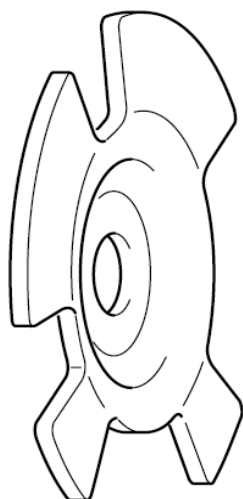

Fig. 3: Roue émettrice bombée
**Pignons en tôle d'acier découpée :** La roue émettrice étant légèrement bombée (fig. 3), la bague entretoise n'est plus utile pour obtenir un déport.